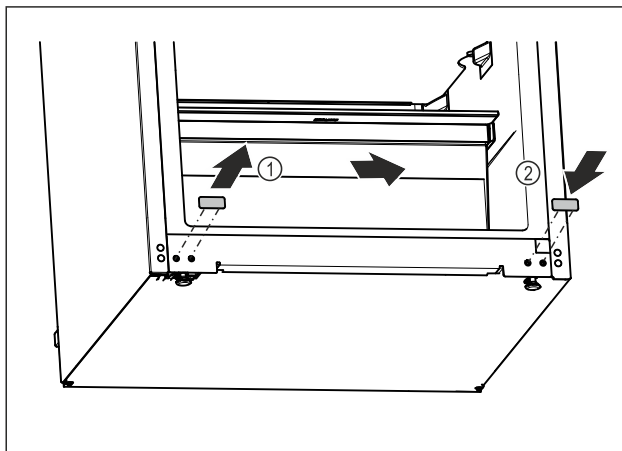

Fig. 12
- ▶ Wyjąć zatyczkę osłonki. Fig. 12 (1)
- ▶ Założyć zatyczkę osłonki po przeciwległej stronie. Fig. 12 (2)